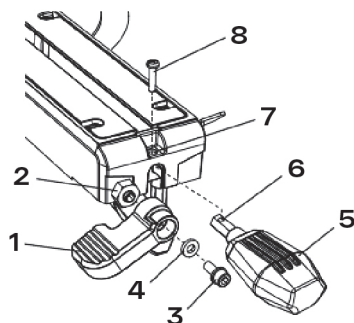

рис. 3
1. Вставить ручку фиксации наклона (1) в ось (2) под углом примерно 30° (рис. 3).
2. Закрутить шестигранный винт (3) через шайбу (4) в ручку фиксации наклона (1).
3. Затянуть винт (4) шестигранным ключом 5 мм.
1. Вставить ручку поворота (5) в отверстие в передней части пилы и совместить отверстие (6) в ручке поворота (5) с отверстием (7) в передней части стола (рис. 3).
2. Вкрутить винт (8) через отверстие (7) в столе в отверстие (6) на ручке поворота (5).
3. Затянуть винт (8) отверткой.